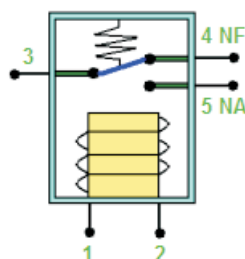

Figura 10
Uma característica importante dos relés, como pode ser observado na figura 10 é que a tensão nos terminais (1) e (2) pode ser 5 Vcc, 12 Vcc ou